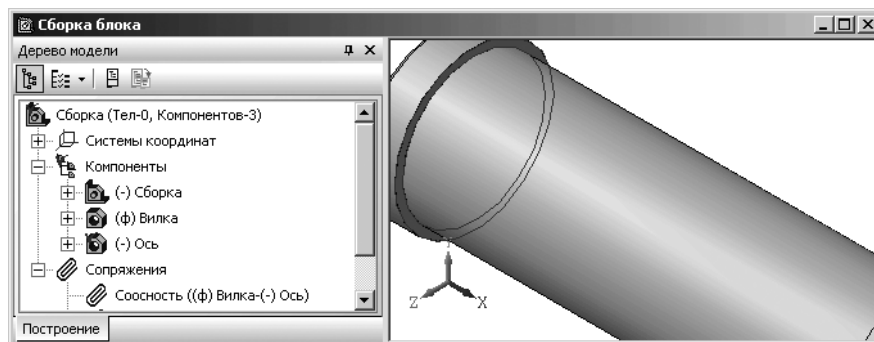

Рис. 6.54. Главное окно системы с выделенным первым объектом сопряжения – внутренняя плоскость буртика оси при реализации операции **Совпадение**
- щелкните по выделенной внутренней плоскости буртика на **Оси**. Пунктирные окружности красного цвета выделенной плоскости преобразуются в сплошные. Одновременно в строке сообщений появится подсказка: **Укажите второй объект для сопряжения.** Это состояние окна сборки показано на рис. 6.54.